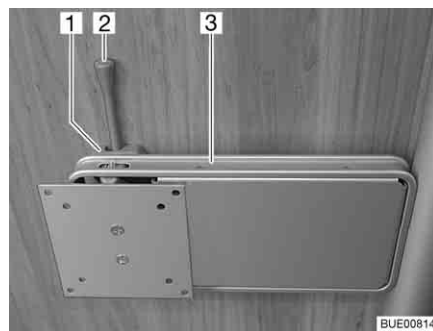

Fig. 63 Support sur colonne
- Pousser le levier de déverrouillage (Fig. 63,2) sur le côté et pivoter le support (Fig. 63,3) et l'écran plat pour les amener en position souhaitée.
- Pivoter l'écran plat en sens inverse, jusqu'à ce que le support (Fig. 63,3) s'enclenche dans le verrouillage (Fig. 63,1).